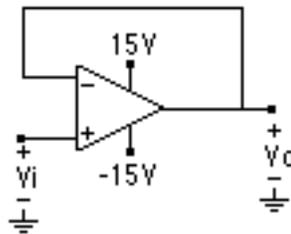

Figura 9.4.- Seguidor de voltaje
10.- La configuración mostrada en la Figura 9.4 es un seguidor de voltaje, alimentado con fuentes de $\pm 15V$. Simule el circuito en SPICE para obtener una gráfica de las señales de entrada y salida en función del tiempo cuando la señal de entrada es una onda sinusoidal de 10V, 10 kHz (análisis TRANSIENT).
10.- Monte el seguidor de voltaje de la Figura 9.4. Asegúrese de que las fuentes de alimentación de 15V y -15V llegan a los pines correspondientes del amplificador.